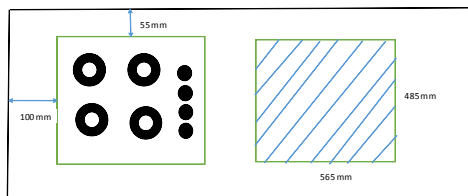

Рис. 2
- Варочная панель спроектирована для установки в кухонную поверхность. Вырежьте отверстие в кухонной поверхности, как показано на рисунке (см. рис. 2, рис. 3).